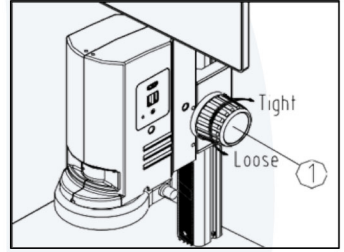

Fig. 5
- Para ajustar la tensión de enfoque, coja el mando de enfoque de la izquierda y gire el mando de enfoque de la derecha (1) Se apretará cuando se gire en sentido horario, mientras se afloja en sentido anti horario. (Ver Fig.5)